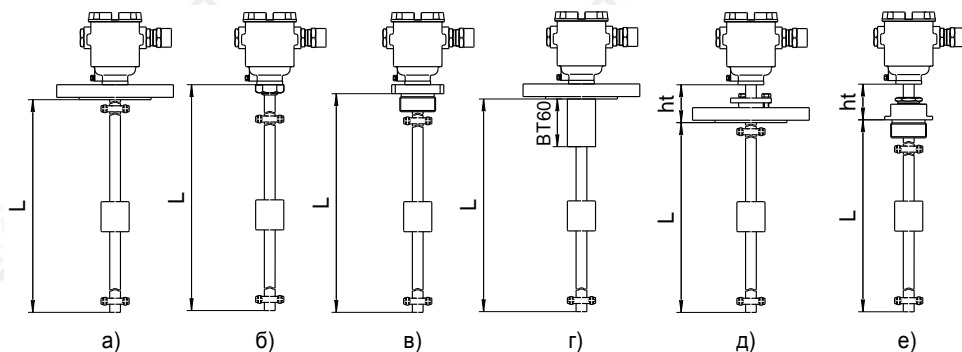

Рисунок 3
2.1.9 ПМП изготавливаются с длиной направляющей в соответствии с 1.2.2. Длина направляющей  $L$  – это расстояние от нижней торцевой поверхности направляющей до уплотнительной поверхности устройства крепления (фланца или резьбового штуцера) (рисунок 3). Длина направляющей при заказе указывается в условном обозначении ПМП.
По умолчанию, у ПМП с нерегулируемым устройством крепления устройство крепления приваривается на направляющей вплотную к корпусу (рисунок 3а, 3б, 3в, 3г).
Исполнение с втулкой **BT60** (рисунок 3г) применяется для оснащения резервуаров, подверженных при эксплуатации ударам и вибрациям. Конструктивная втулка высотой 60 мм повышает удар- и вибропрочность сварного соединения направляющей с фланцем.
Для исключения воздействия повышенной температуры (определяется заказом) устройство крепления устанавливается на расстоянии  $ht$  от корпуса преобразователя (рисунок 3д, 3е).
б) Транспортный вариант (исполнение **Tr**). Выдерживает воздействие МВВФ, соответствующих группе механического исполнения М30 по ГОСТ 30631. Изготавливается с длиной направляющей от 100 мм до 2500 мм и только с фланцевыми нерегулируемыми устройствами крепления. Данный вариант исполнения с длиной направляющей более 500 мм имеет конструктивную втулку ВТ60 (рисунок 3г), повышающую ударо- и вибропрочность сварного соединения направляющей с фланцем.